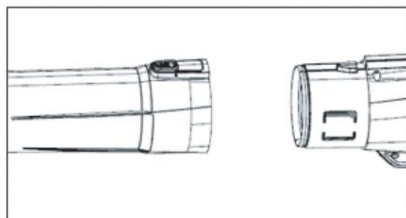

Fig 2
2. Juster røret med låsen på blæserhuset (fig. 2).